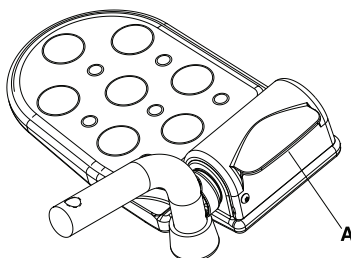

Fig. 8-6: Greb på opklappelig fodplade
4. Brug din fod til at sænke den opklappelige fodplade til transportposition ved at løfte op på fodpladens greb (A) (Fig. 8-6 på side 8-15).